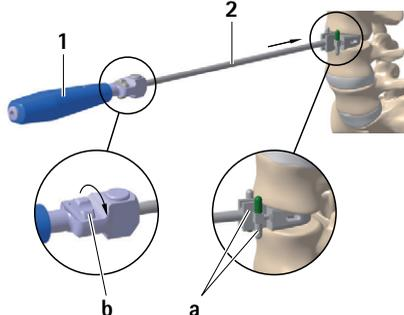

Рис. 1
- ▶ Установить направляющую реза 2 с нужными высотой и углом имплантата на ручке 1, см. Рис. 1.
- ▶ Повернуть колесо b по часовой стрелке и установить предохранительный упор a на минимальную длину реза, см. Рис. 1.
- ▶ Ввести направляющую резца 2 по центру пространства межпозвоночного диска и настроить предохранительный упор а под рентгеновским контролем на нужную глубину резца, см. Рис. 1.